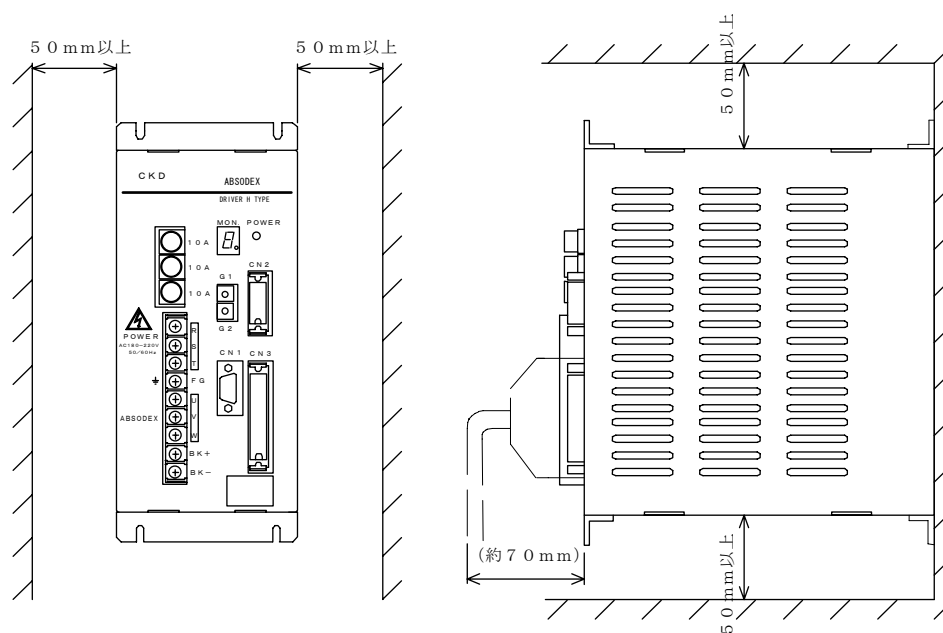

図2.7 ドライバの設置
- (1) アブソデックスドライバを制御ボックス内に設置する場合は、ボックス内温度が50℃を越えないようにし、**図2.7**のスペースを確保してください。